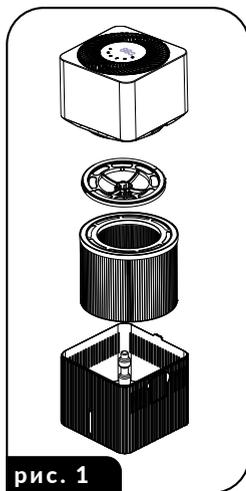

рис. 1
4. Снимите кожух (3) с устройства, снимите стопорное кольцо поплавка (4), а затем выньте фильтр (6) - (рис. 1). Снимите защитную пленку с фильтра (если фильтр защищен ею) и вставьте его обратно внутрь емкости (10). Снова установите поплачковое кольцо и наденьте кожух (3) на емкость. Корпус (3) подходит к емкости для воды (10) в одном правильном положении.
5. Наполните водой емкость для воды (10).